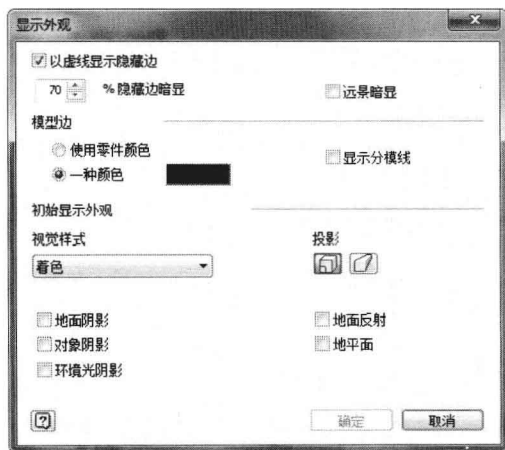

图 1-10 显示外观设置
- ❑ 设置：在对话框中单击“设置”按钮，打开“显示外观”对话框，参见图 1-10。该对话框中的设置用于指定新文档窗口显示模型的方式。其中：